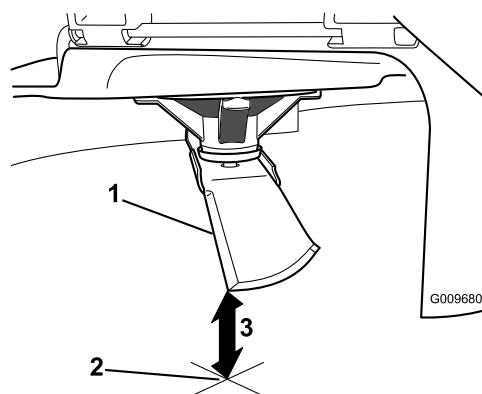

Figura 52
5. Meça da ponta da lâmina até à superfície plana (Figura 52).